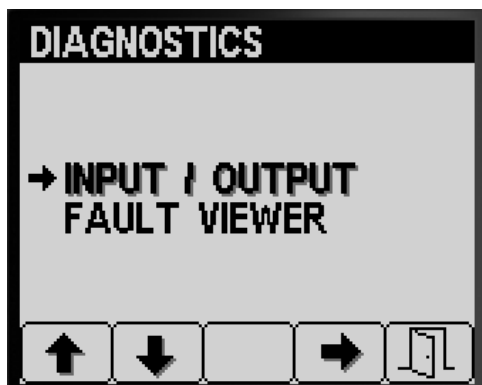

Figura 84
1. Premete il pulsante 1 o 2 sulla schermata Diagnostica fino a raggiungere l'opzione INPUT/OUTPUT (Figura 84).
2. Premete il pulsante 3 per selezionare la voce INPUT/OUTPUT (Figura 84).
4. Premete il pulsante 5 per uscire dalla schermata INPUT/OUTPUT e tornare alla schermata DIAGNOSTICA (Figura 84).